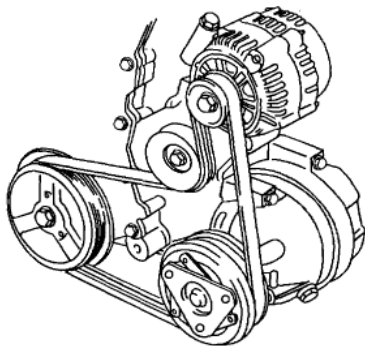

Figure 1
4. Take note of the under hood belt routing diagram. If missing, refer to figure 1 or draw a simple sketch on a piece of paper.
13. Install serpentine belt around each pulley except the A/C compressor pulley (figure 1). Now rotate the tensioner in the counter clockwise (up) direction and slip the belt over the A/C compressor pulley. Slowly allow tensioner to move in the clockwise (down) direction until the belt is tensioned. **Note: Check for proper belt routing. Check and ensure that all belt ribs are properly seated in the pulley grooves.**
4. Consultez le schéma d'installation de la courroie sous le capot. Si vous ne l'avez pas, référez-vous à la figure 1 ou faites un dessin sommaire sur un morceau de papier.
13. Faites passer la courroie en serpentin autour de chaque poulie, sauf celle du compresseur A/C (figure 1). Faites maintenant pivoter le tendeur vers la gauche (vers le haut) et faites glisser la courroie au-dessus de la poulie du compresseur. Laissez le tendeur aller lentement vers la droite (vers le bas) jusqu'à ce que la courroie soit bien tendue. **Nota : Vérifiez si la courroie passe bien là où il faut. Vérifiez si les nervures de la courroie se trouvent bien dans les gorges de poulies.**